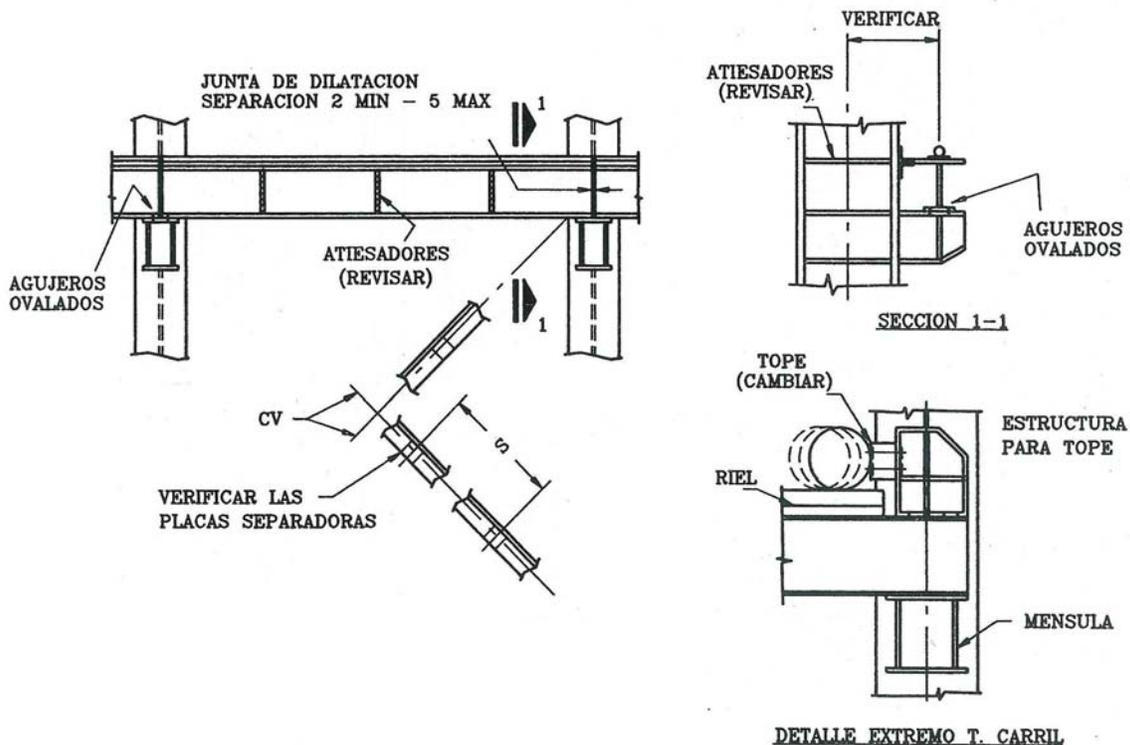

Figura 4.8. Mantenimiento de la trabe carril (CFE, 1991)
- Reponer los topes para detener el rodamiento (Figura 4.8).